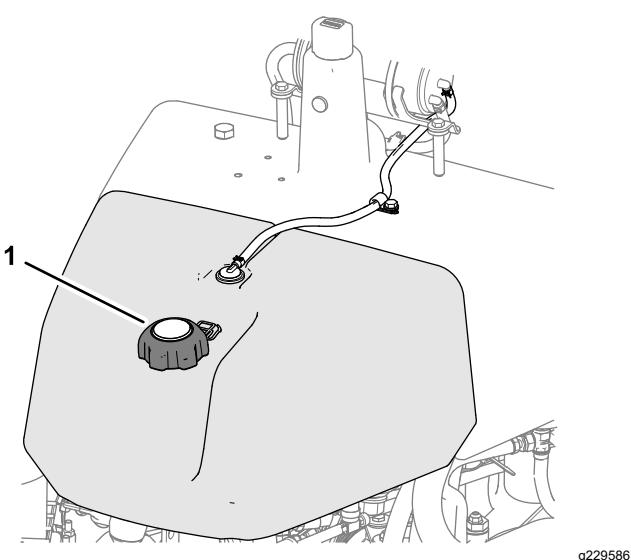

図 23
1. 燃料キャップの周囲をきれいに拭いてキャップを外す図 23。